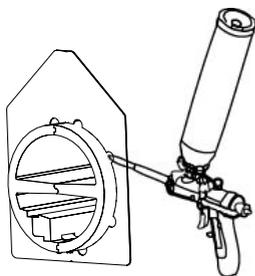

fig.14
- Rimuovere l'anello e procedere ad installare la schiuma riempitiva per la tenuta tra il tubo ed il foro B (vedi dima). Per fare questo utilizzare i fori attorno al foro centrale della ghiottina (fig. 14)